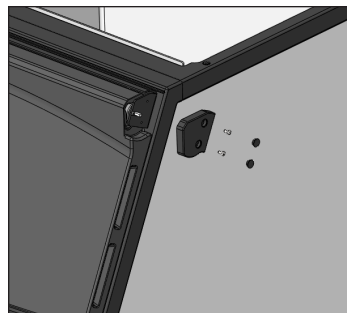

Abb. 1. Explosionsansicht der Endkappe der Türhalterung, der Schrauben und Schraubenkappen.
1. Entfernen Sie die Endkappen der Türhalterung. Siehe Abb. 1.